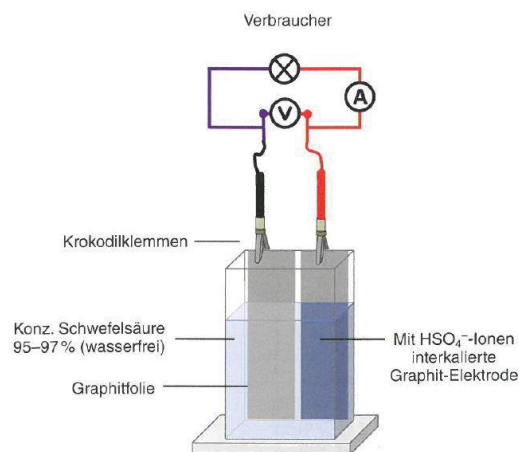

Abb. 22: Aufbau des Versuchs  $\text{HSO}_4^-$ -Akku5.
**!!! Der Versuchsaufbau von Versuch 4a bleibt bestehen, ersetzen Sie lediglich die Graphitmine durch eine Graphitfolie (Abb. 22) !!!**